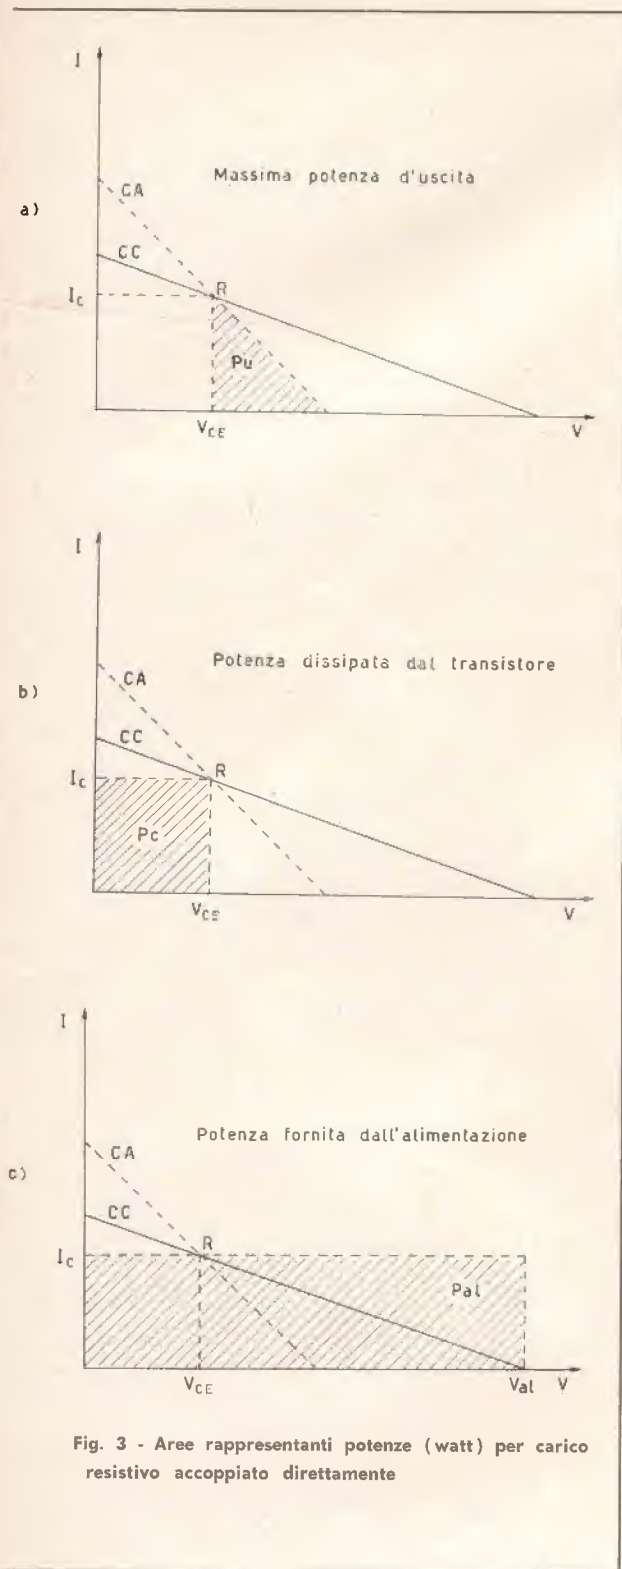
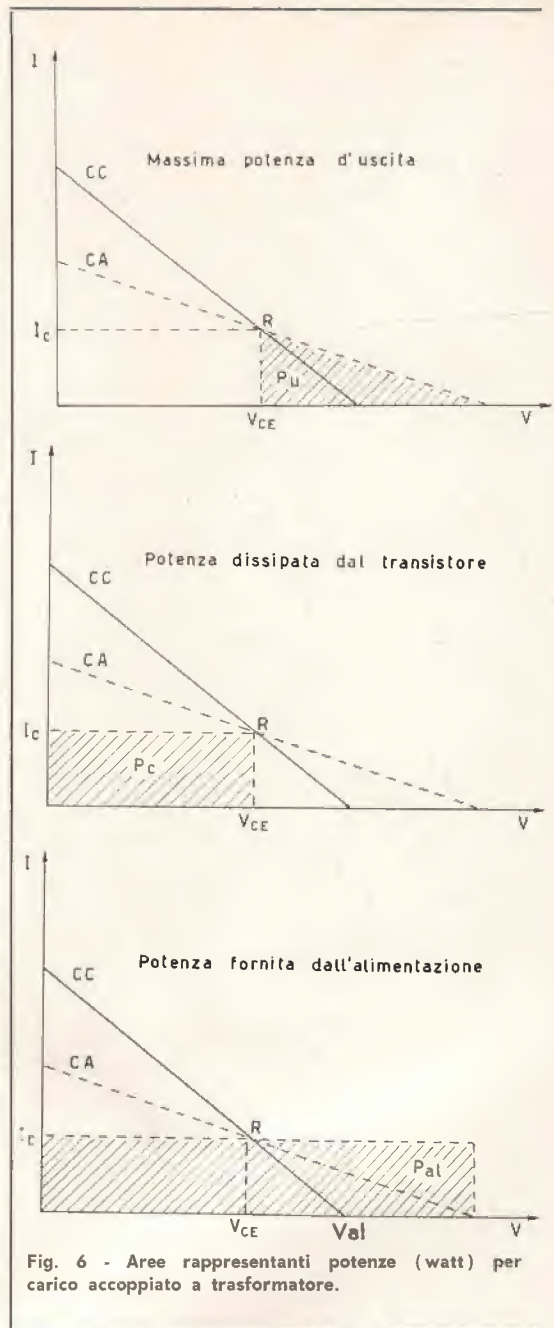

Fig. 3 - Aree rappresentanti potenze (watt) per carico resistivo accoppiato direttamente
Fig. 6 - Aree rappresentanti potenze (watt) per carico accoppiato a trasformatore.
Per rendersi conto di come vada distribuita nel circuito la potenza fornita dall'alimentazione è molto utile considerare la questione da un punto di vista geometrico. Si osservino le figure in fig. 3. In ognuna di esse è tratteggiata l'area corrispondente rispettivamente alla potenza massima d'uscita P_u , alla potenza dissipata dal transistor P_c e alla potenza fornita dall'alimentazione P_{al} .
(8) $P_{al} = V_{al}I_c$ dove (osservando lo schema di fig. 3 e ricordando la (6): $V_{ce} = I_c R_L'$) si ha:
Si noti come il rapporto tra l'area della a) e della b) di fig. 6 sia maggiore del medesimo rapporto di fig. 3, fatto che mette in evidenza come il rendimento di uno stadio ad accoppiamento per trasformatore è maggiore del rendimento d'uno stadio ad accoppiamento diretto. Può sorgere la domanda se sia possibile eliminare il resistore R_L in serie all'emittore del transistor. Anche qui la risposta è quasi sempre negativa, essendo ad esso dovuto l'importante compito di rendere stabile lo stadio. La stabilità termica, che viene espressa da un certo parametro S , è infatti funzione di R_L . Per ora ci basti il sapere questo; il parametro S , ossia la stabilità, potrà essere oggetto di un futuro notiziario.